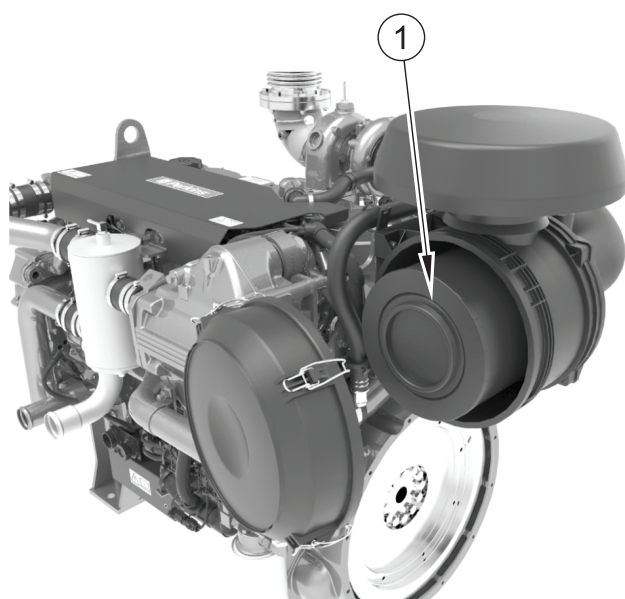

Figura 37
1. Suelte las 4 presillas y levante la cubierta (figura 37, elemento 1) hacia un lado.